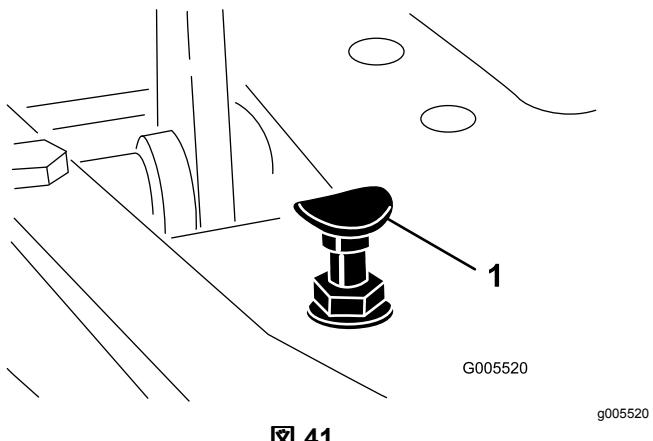

図 41
モードレバーを移動走行位置にセットし、ペダルを一杯に踏み込めば最高速度となります。ケーブルに張力が掛かる前にペダルがストップ図 41 に当たる場合には調整が必要です。
1. モードレバーを移動走行位置にセットし、ペダルストップを固定しているロックナットをゆるめる図 41。